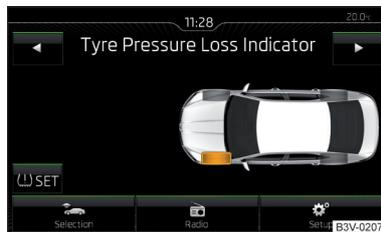

Fig. 219
- Appuyez sur la touche de fonction **(SET)** » fig. 219.
Si le voyant  s'allume dans le combiné d'instruments, le pneu concerné peut être affiché dans l'Infodivertissement » fig. 219.